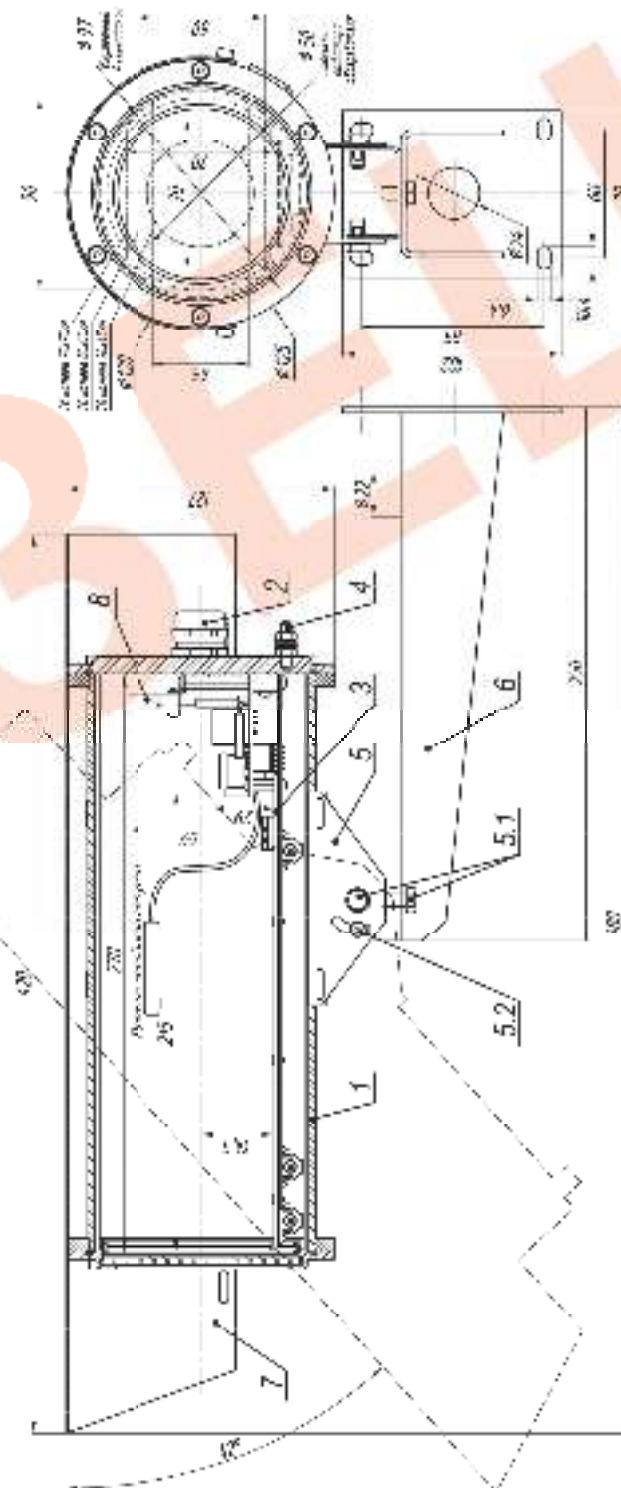

Рис.1 Состав и габаритно-установочные размеры ТГБ-9 PoE+
2. Выдвинуть модуль видеосъемки (поз.3 рис.1) из кожуха.
4. Закрепить датчик холодного запуска (рис.1) на верхней поверхности корпуса видеосъемки с помощью площадки самоклеящейся и стяжки нейлоновой.
10. Ослабить болты и винты фиксации шарнира (поз.5.1 и 5.2 рис.1), установить гермобокс на нужное направление обзора, после чего надежно зафиксировать шарнир затянув выше перечисленные болты и винты.
11. Заземлить гермобокс с помощью болта заземления (поз.4 рис.1).
11. Габаритные размеры см. рис.1
В состав изделия входят (см. рис.1):